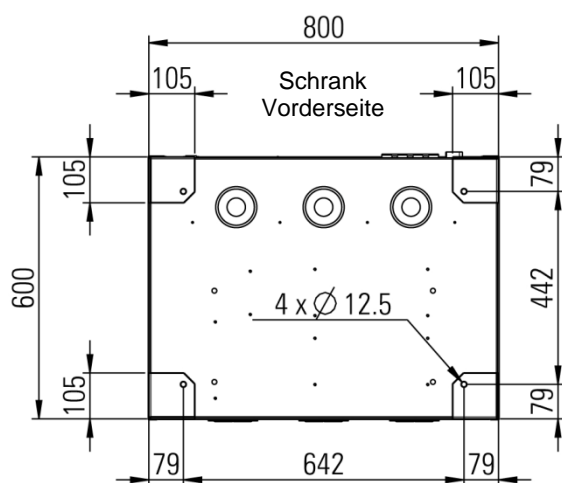
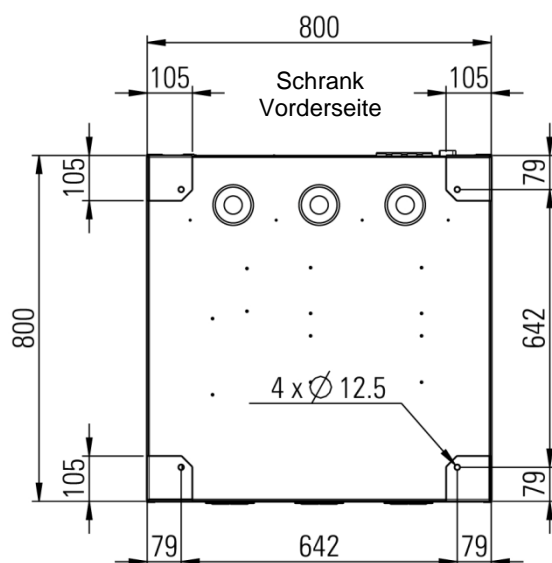

Abb. 5: Schrank mit 600 x 800 mm Grundfläche
Abb. 6: Schrank mit 800 x 800 mm Grundfläche
- Sorgen Sie für einen tragfähigen und ebenen Untergrund für die Befestigungspunkte für M12-Gewindebolzen mit einer Gewindelänge von ca. 3 cm. Abb. 5 zeigt die Positionen der für die Befestigung vorgesehenen Bohrungen im Boden eines 600 x 800 mm und Abb. 6 die eines 800 x 800 mm Schrankes (Ansicht von unten).